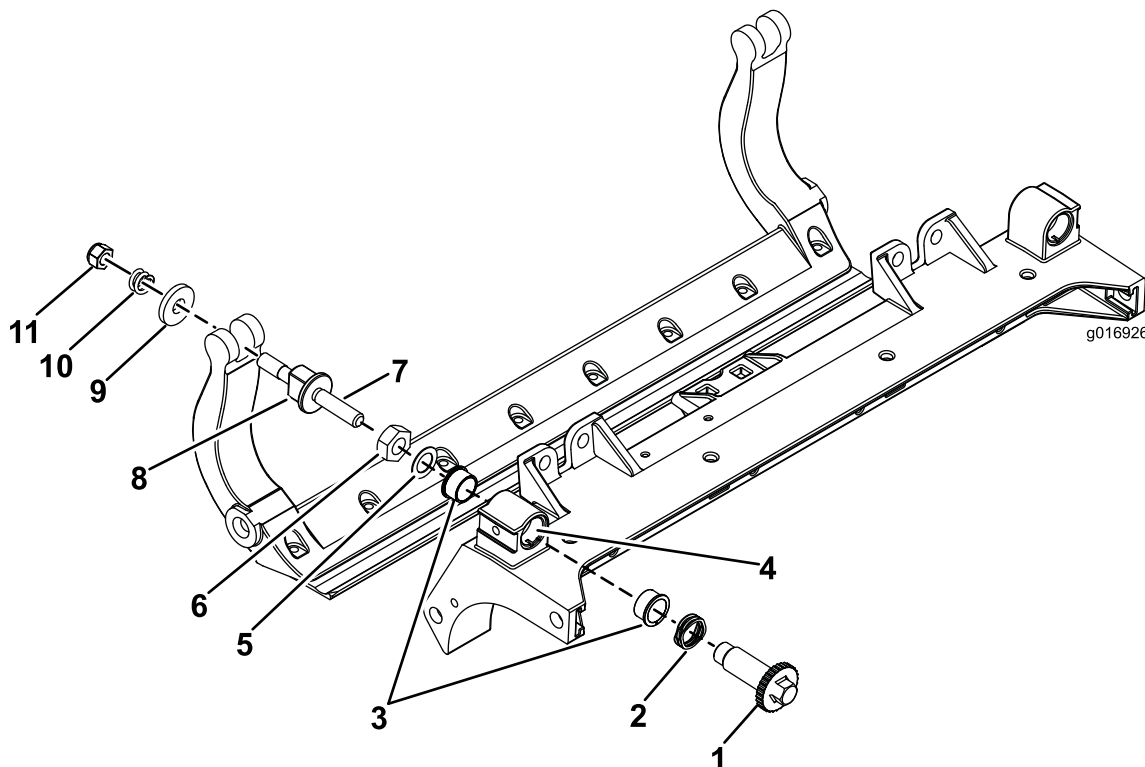

図 42
1. 全部のパーツを取り外すHD DPA キットの 取り付け要領書および図 42を参照。
2. カuttingユニットのセンターフレームのブッシュ挿入場所に固着防止剤を塗布する 図 42。
3. フランジブッシュのキーとフレームのキー溝を揃えて、ブッシュを挿入する 図 42。
4. アジャスタシャフトにウェーブワッシャを通し、アジャスタシャフトをCuttingユニットのフレームのフランジブッシュに通す 図 42。
5. 平ワッシャとロックナットでアジャスタシャフトを固定する 図 42。
12. その外側からスチール製ワッシャを取り付ける 図 42。
注 内側のワッシャには遊びがあってもかまいません 図 42。
15. 各ベッドバーアジャスタアセンブリを締め付けて圧縮スプリングを完全に圧縮し、そこから1/2回転だけ戻す 図 42。